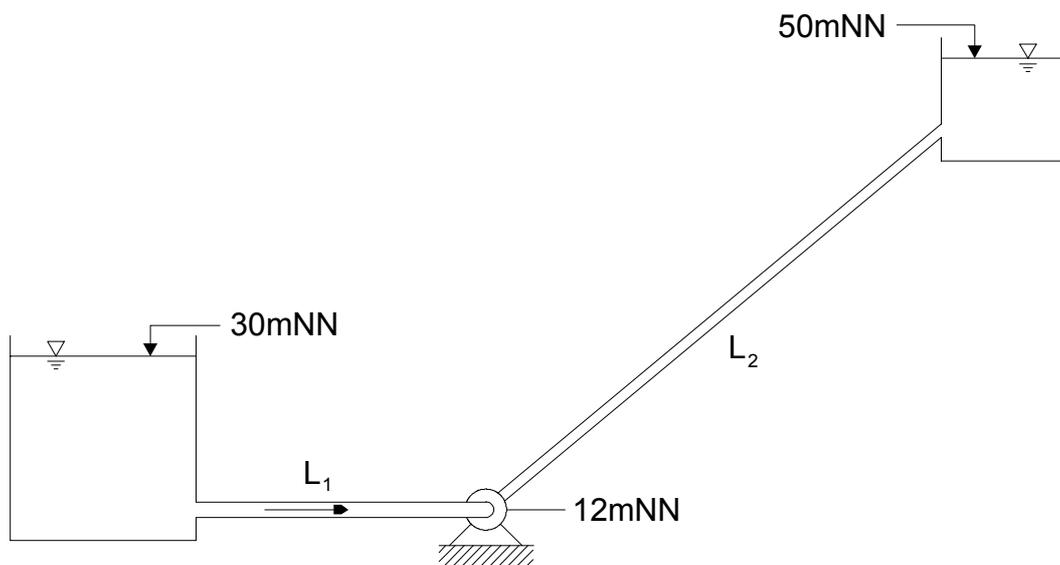

Abb. 5.10: Rohrleitungssystem zur Wasserversorgung
Abb. 5.10 zeigt eine Wasserversorgungsleitung mit Pumpe.
5.10.2: Skizzieren Sie in Abb. 5.10 die Drucklinie und die Energielinie mit Maßangaben.